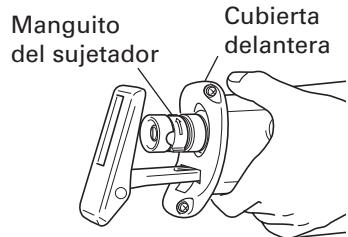

Fig. 2
(1) Conecte y desconecte el gatillo conmutador varias veces de manera que el manguito del sujetador salte completamente de la cubierta delantera. Seguidamente, desconecte el interruptor y desenchufe el cable de alimentación. (Fig. 2)
- (1) Conecte y desconecte el gatillo conmutador varias veces de manera que el manguito del sujetador salte completamente de la cubierta delantera. Seguidamente, desconecte el interruptor y desenchufe el cable de alimentación. (Fig. 2)
- No desmonte la cubierta delantera (consulte la Fig. 2). Asegúrese de sujetar el cuerpo desde la parte superior de la cubierta delantera.